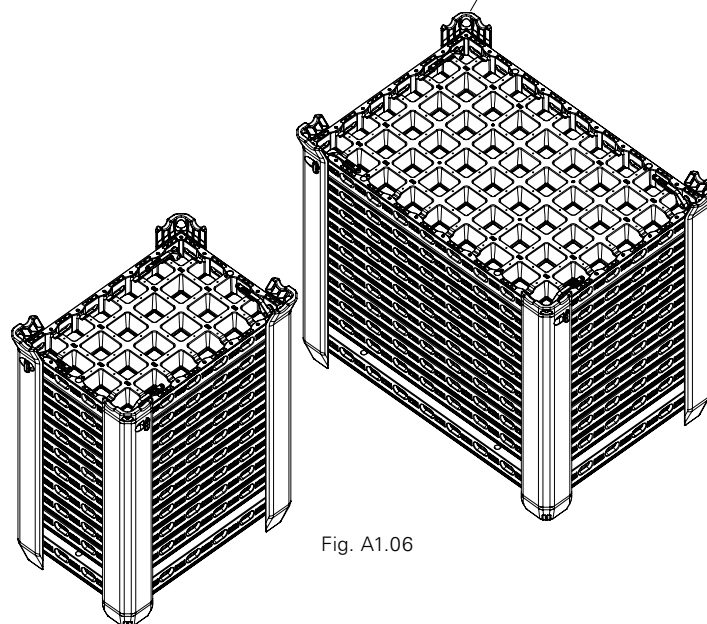

Fig. A1.06
- In caso di impiego dei montanti accatastatori (1), posizionare il primo pannello in cima alla pila con il telaio rivolto verso l'alto.
- Fissare a ciascun montante il pannello in cima alla pila, utilizzando il connettore DUO (21). (Fig. A1.06 + A1.06a)